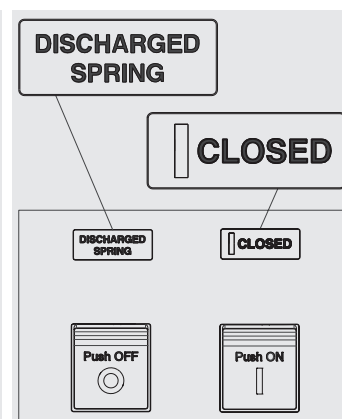

Figure 47
3. Disjoncteur fermé avec ressorts débandés (voir Figure 47).